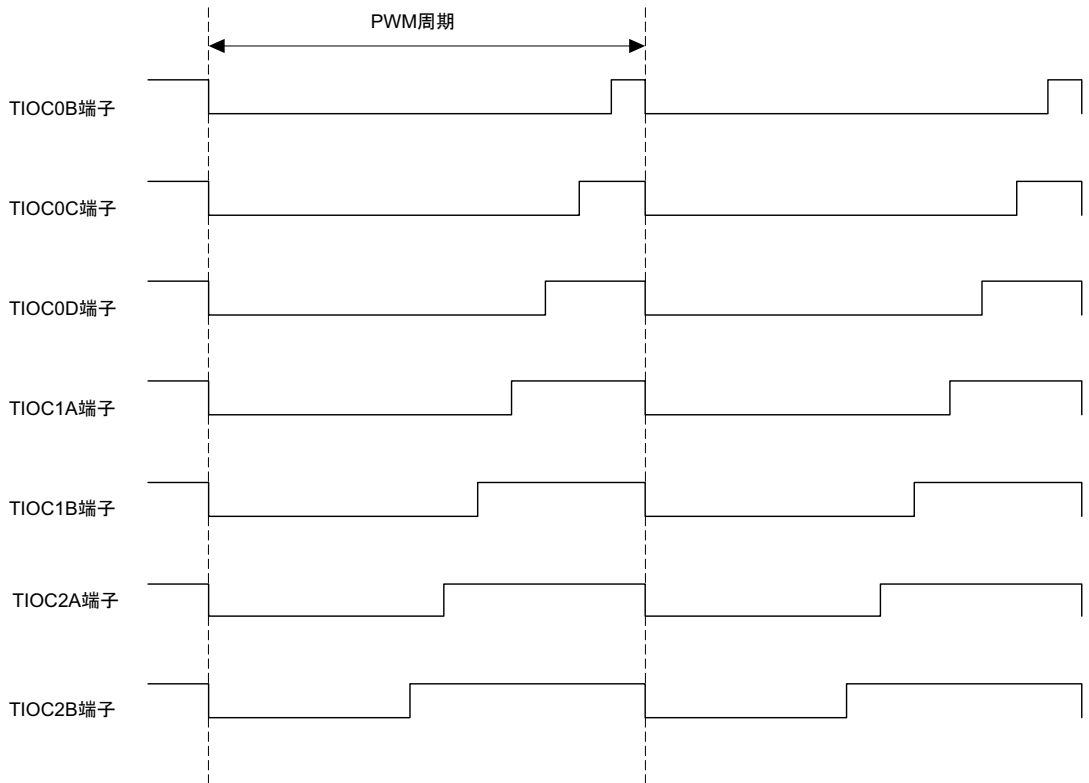

図 2.10 7相 PWM 波形出力例
- (1) 図2.10に示すようにパルスのHigh幅を変化させ、デューティを変化することができる7相のPWM出力をします。
- (2) 内蔵周辺クロック $P\phi=40.0\text{MHz}$ 動作時、出力するPWM周期は50nsから1.63msの間で任意に設定できます。